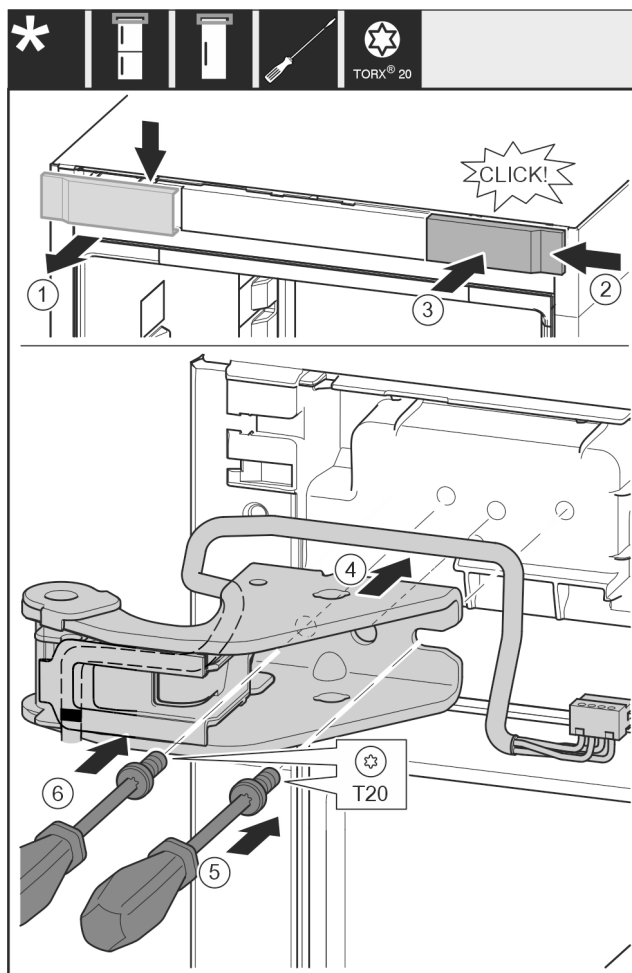

Fig. 32
- Retirer le couvercle du haut vers l'avant. Fig. 32 (1)
- Accrocher le cache tourné de 180° de l'autre côté à droite. Fig. 32 (2)
- Encliqueter le cache. Fig. 32 (3)
- Mettre en place le support de palier supérieur. Fig. 32 (4)
- Mettre en place la vis avec un tournevis T20 et la serrer. Fig. 32 (5)
- Mettre en place la vis avec un tournevis T20 et la serrer. Fig. 32 (6)